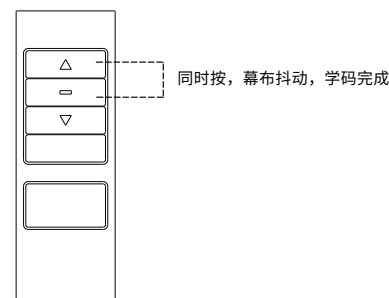

图19
1.先断开银幕电源,10 秒后再重新接入电源,幕布上下微动 1 次提示上电;上电10 秒以内,同时按遥控器“停止键”和“上行键”,幕布再上下微动 1 次学码成功。(如图19)